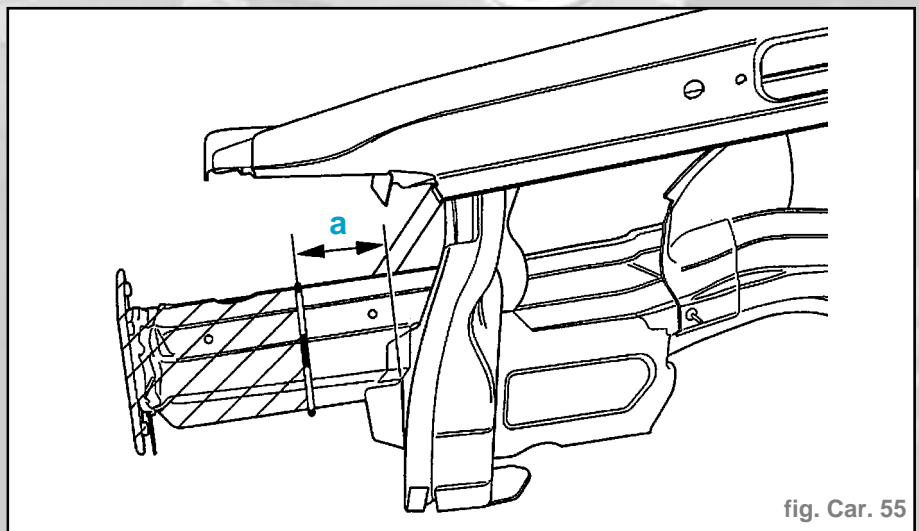

fig. Car. 55
- Cote **a = 95 mm** (fig. Car. 55).